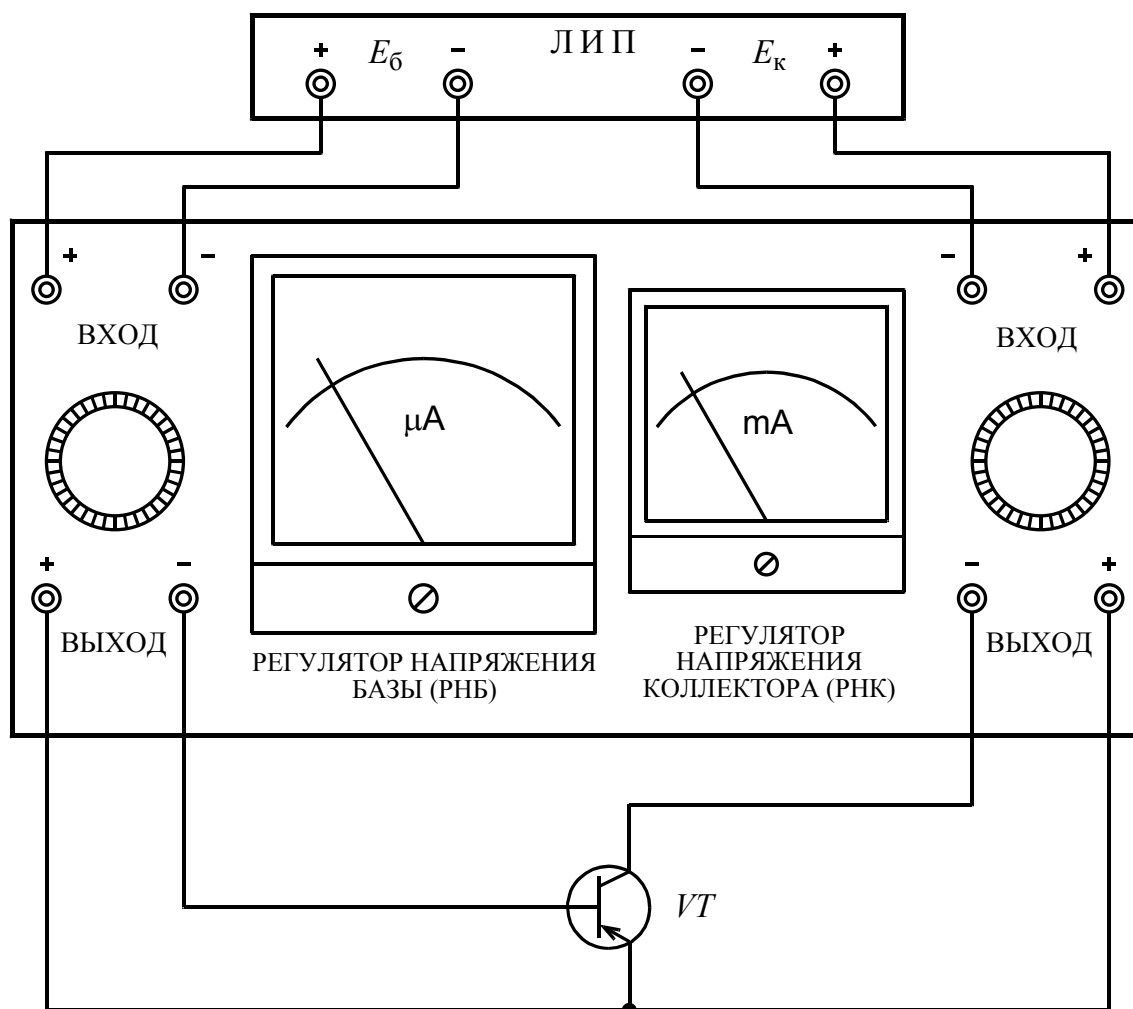

Рис. 3. Схема для снятия статических характеристик транзистора
1. Для снятия характеристик транзистора на наборном поле лабораторного макета собирается схема, изображенная на рис. 3.